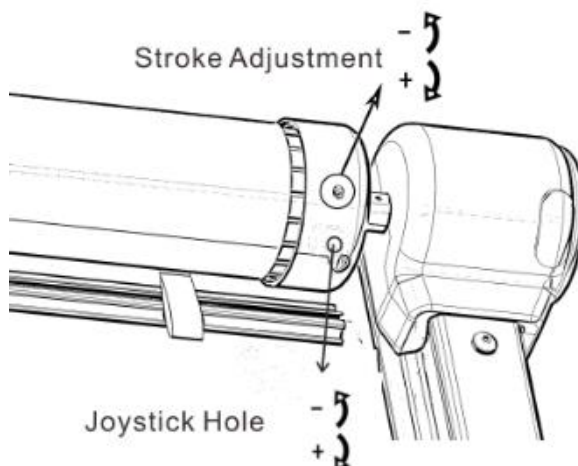

Figure C32
3.13.3 Jeżeli zakres otwierania markizy jest zbyt duży lub zbyt mały, można użyć ozdobnej zaślepki na pokrywie końcowej silnika, aby precyzyjnie wyregulować otwór regulacyjny A za pomocą klucza imbusowego, zwiększając lub zmniejszając zakres otwierania (rysunek C32).